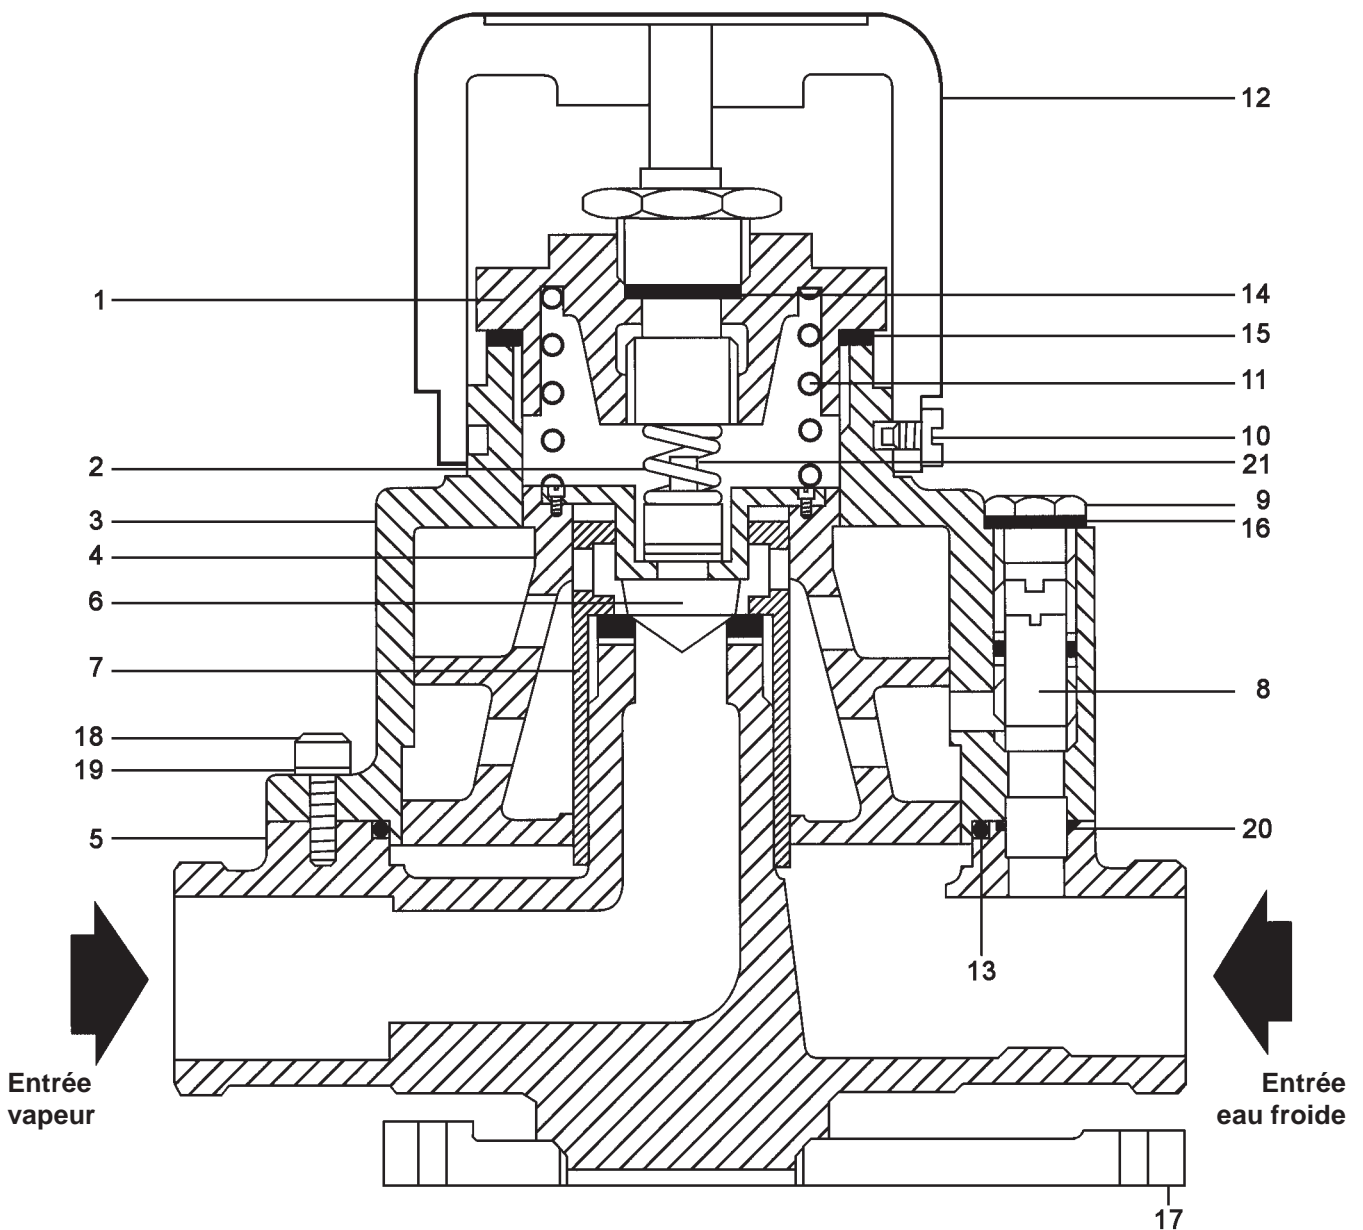

Fig. 13 - Vanne 1"
Une fois la station correctement installée, la température est réglée de la manière suivante, se référer à la Fig. 13, page 20) :
Se référer à la fig. 13, page 20. Enlever le bouton de réglage de la température (12) en desserrant la vis de maintien (10). Dévisser le chapeau supérieur (1) et enlever le ressort (11). Enlever le corps supérieur (3) en enlevant les vis de réglage 8 x 6 mm (vanne de mélange 1/2" et 3/4") ; vis de 8 x 8 mm (vanne 1" et 1 1/2"). Les corps supérieur et inférieur peuvent être déposés séparément. Toutes les parties peuvent maintenant être nettoyées en utilisant des détartrants appropriés.